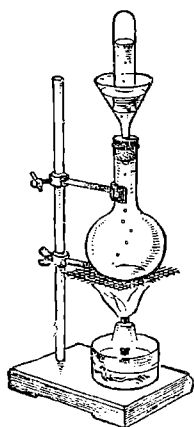

Рис. 90. Определение количества воздуха, растворённого в воде.
**Растворимость газов в воде резко уменьшается при повышении температуры.** При нагревании воды растворённый в ней воздух выделяется. Количество растворённого в воде воздуха можно определить, если нагревать воду в колбе и выделяющийся воздух собирать в пробирку (рис. 90).